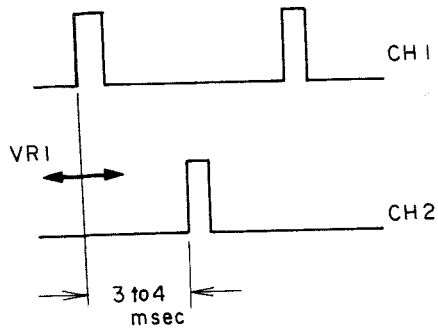

Fig. 25
- e) Adjust VR1 (20 kB) until as in Fig. 25.